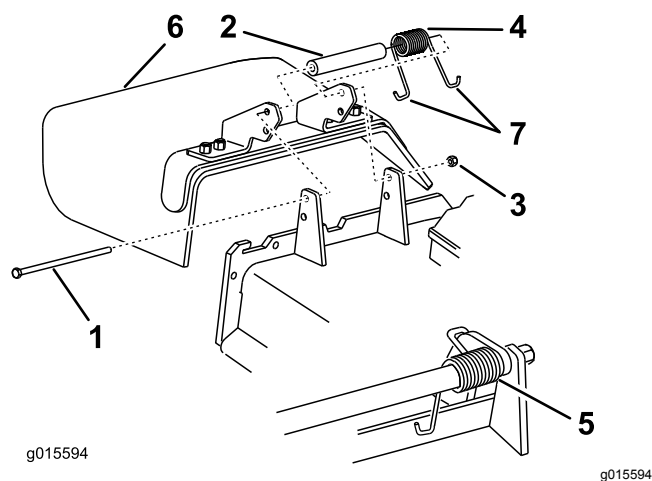

Figure 105
1. Retirez le contre-écrou, le boulon, le ressort et l'entretoise qui fixent le déflecteur aux supports de pivot (Figure 105).
2. Enlevez le déflecteur s'il est endommagé ou usé (Figure 105).
Remarque: Prenez soin de placer l'extrémité en J du ressort derrière le bord du tablier avant de mettre le boulon en place, comme montré à la Figure 105.
- Placez l'extrémité en J du ressort autour du déflecteur d'herbe (Figure 105).